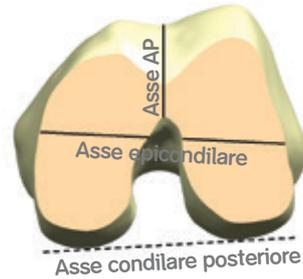

Figura 11
- 1 **Opzionale** Contrassegnare l'asse AP e l'asse epicondolare del femore (Figura 11).